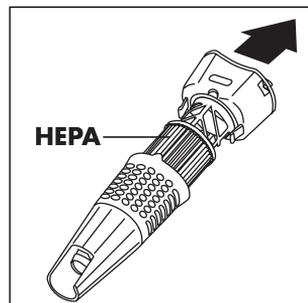

Fig. 21
- Tirare la parte superiore fino a separare gli elementi del filtro "ECO HEART" (fig.21) ed estrarre quindi il filtro HEPA* lavabile.